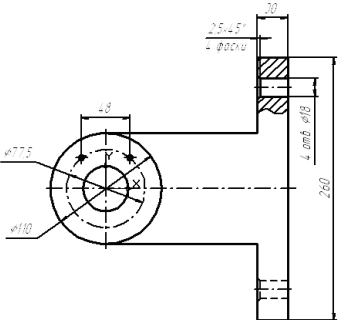

Рис. 51.1. Главный вид детали Вилка
**Задание.** Постройте главный вид детали, изображенный на рис. 51.1.
Построение вида следует начать с трех окружностей диаметром 110 мм, 77,5 мм и 45 мм. Центр всех этих окружностей расположен в начале координат. На рис. 51.1 в этой точке расположен системный символ начала координат вида с номером 1.